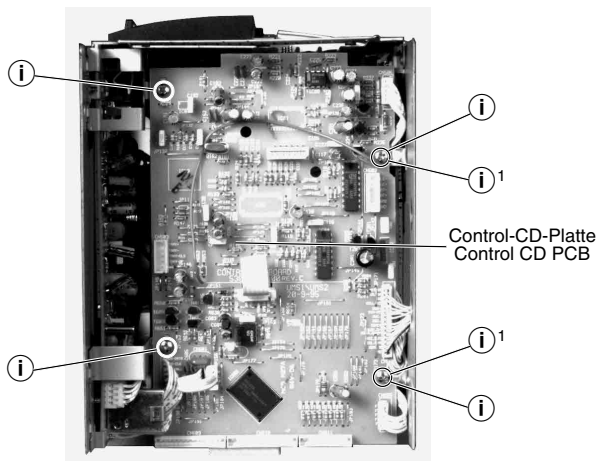

Fig. 9
- 2 Schrauben ①1 herausdrehen (Fig. 9).
- Undo 2 screws ①1 (Fig. 9).
- 4 Schrauben ① herausdrehen (Fig. 9).
- Undo 4 screws ① (Fig. 9).